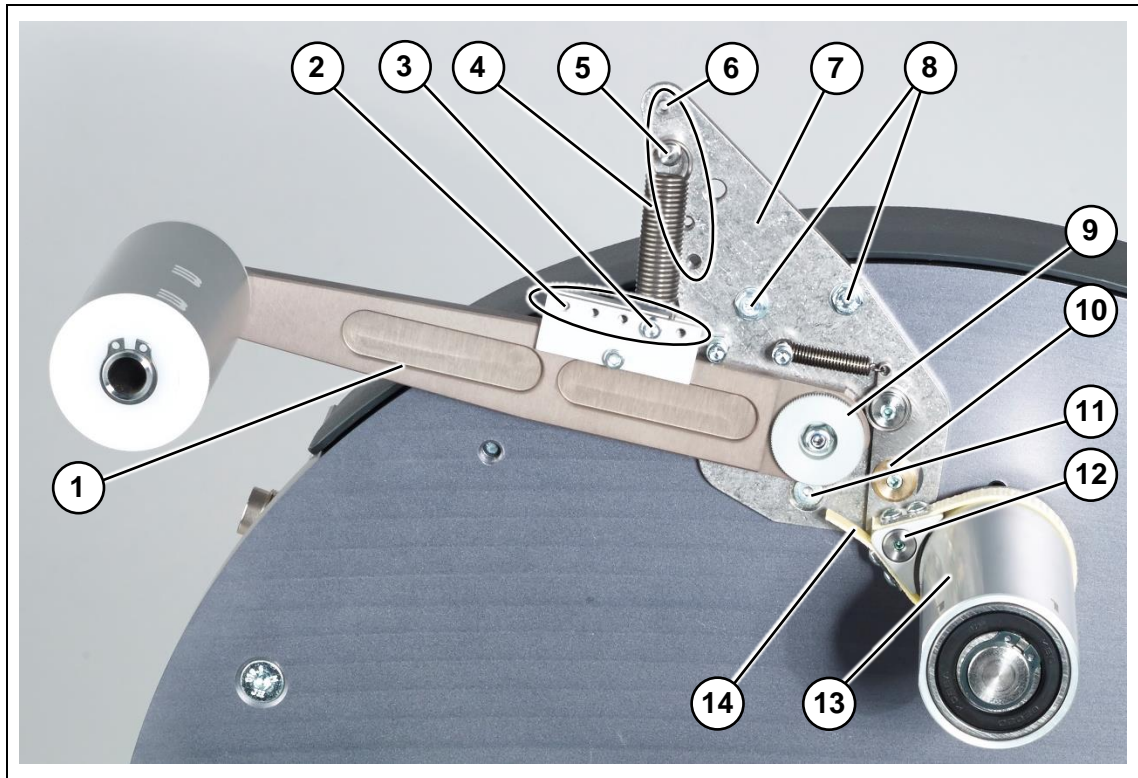

Abbildung 29 Aufhängung Pendelarm Übersicht (Beispiel)
Beim Verdrehen der Halterung Pendelarm (Abbildung 29, Pos. 7) wirkt die exzentrische Rundung (Abbildung 29, Pos. 9) hinten am Pendelarm auf den Hebel (Abbildung 29, Pos. 10). Der Hebel wirkt auf den Riemenklotz (Abbildung 29, Pos. 12). Dieser spannt oder lockert den Bremsriemen.
- 1 Lockern Sie die beiden Sechskant-Klemmschrauben (Abbildung 29, Pos. 8).
- 2 Die Halterung Pendelarm (Abbildung 29, Pos. 7) kann jetzt um ihre Drehachse (Abbildung 29, Pos. 11) geschwenkt werden.
- 3 Um eine stärkere Bremswirkung zu erreichen, schwenken Sie die Spitze der Aufhängung in Richtung zur Etikettenrolle (Abbildung 29, Pos. 13).
- 4 Um eine schwächere Bremswirkung zu erreichen, schwenken Sie die Spitze der Aufhängung weg von der Etikettenrolle (Abbildung 29, Pos. 13).
- 5 Danach ziehen Sie die beiden Sechskant-Klemmschrauben (Abbildung 29, Pos. 8) wieder an.
Die Feder (Abbildung 29, Pos. 4) am Pendelarm hat an beiden Enden verstellbare Aufhängungen.
Eine vertikale Verstellung der Federaufhängung (Abbildung 29, Pos. 5) ist über mehrere Gewindebohrungen im Blech der Halterung Pendelarm (Abbildung 29, Pos. 7) möglich. Eine horizontale Verstellung der Federaufhängung (unten Abbildung 29, Pos.3) ist über mehrere Bohrungen (Abbildung 29, Pos. 2) an der Kunststoffleiste möglich.
- 1 Hängen Sie die Feder aus (Abbildung 29, Pos.4).
- 2 Versetzen Sie die Schraube an der Kunststoffleiste (Abbildung 29, Pos.3) bzw. den verschraubten Bolzen der Federaufhängung (Abbildung 29, Pos.5).
- 3 Bei verlängertem Federweg erhöht sich die Zugkraft der Feder (Abbildung 29, Pos. 4). Der Pendelarm federt weniger ein. => Die Bremswirkung ist höher.
- 5 Hängen Sie die Feder (Abbildung 29, Pos.4) wieder ein und testen Sie die Bremswirkung.